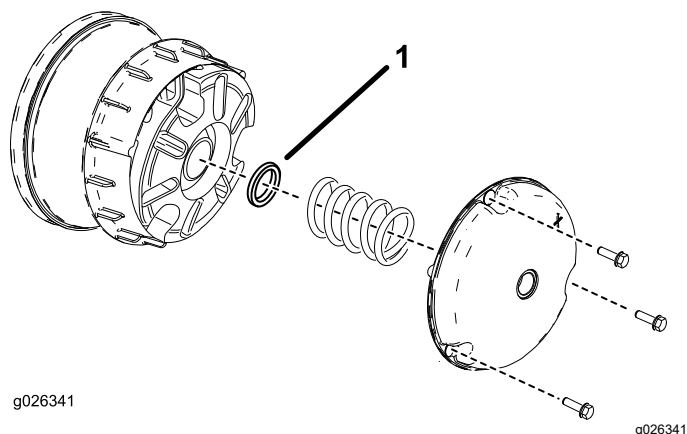

Figura 61
2. Retire os parafusos que prendem a cobertura principal da embraiagem como se mostra na Figura 61.